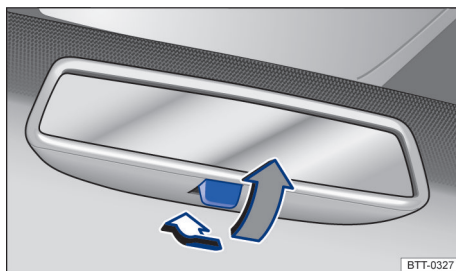

图 70 手动防眩目车内后视镜
- 后拨调整杆即可将车内后视镜调至防眩目状态 → 图 70。